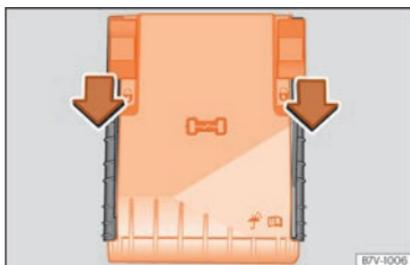

Fig. 62 Dans le compartiment moteur : cache du boîtier de fusibles.
- Déplacez les agrafes de fixation vers l'avant, dans le sens indiqué par la flèche pour déverrouiller le cache du boîtier de fusibles » **fig. 62**.